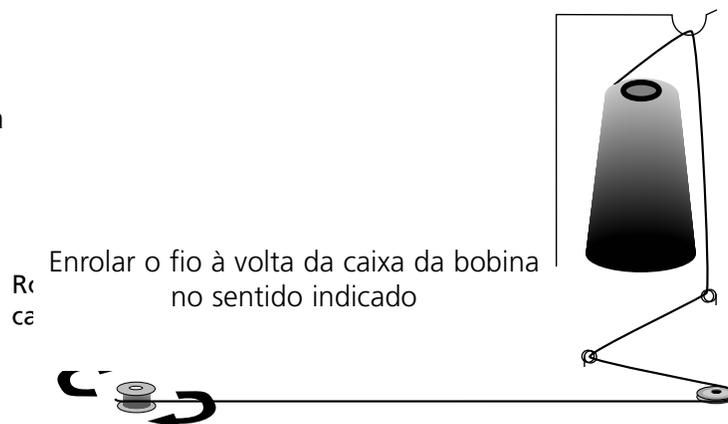

Figura 3-26
1. Colocar o fio no bobinador como se indica na figura 3-26.